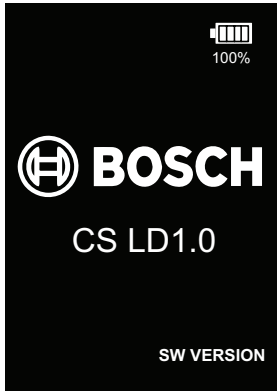

Fig. 22: Affichage à la mise sous tension
- ! Débrancher immédiatement le câble de charge si le message suivant, voir Fig. 22, s'affiche. Ne pas débrancher le câble et interrompre la charge lorsque cet avertissement apparaît peut provoquer un incendie, une explosion et de graves dommages ou blessures !
- ! Si ce message s'affiche, l'appareil doit rester débranché jusqu'à ce que l'appareil et le chargeur reviennent à la température ambiante. Attendre au moins trois (3) heures avant de rebrancher le chargeur.